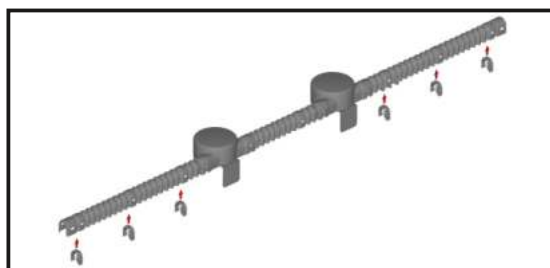
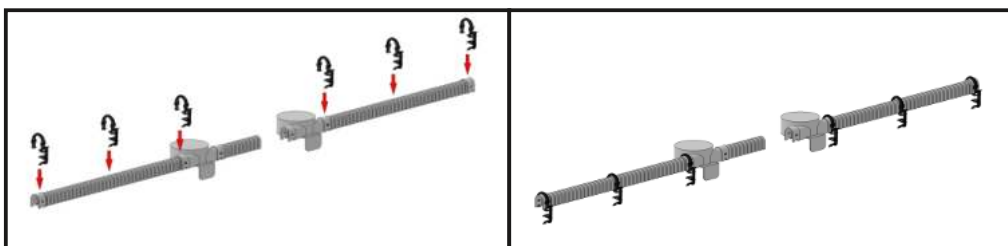

Рис. 25.
Рис. 26.
8.2.3. Укомплектовать устройство средствами крепления - клипсами ЗМИ-2 или защелками ЗМИ-1, согласно схеме (Рис. 25, Рис. 26).